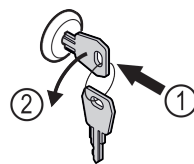

Fig. 182
- ▶ Sleutel erin duwen. Fig. 182 (1)
- ▶ Sleutel 90° linksom draaien. Fig. 182 (2)